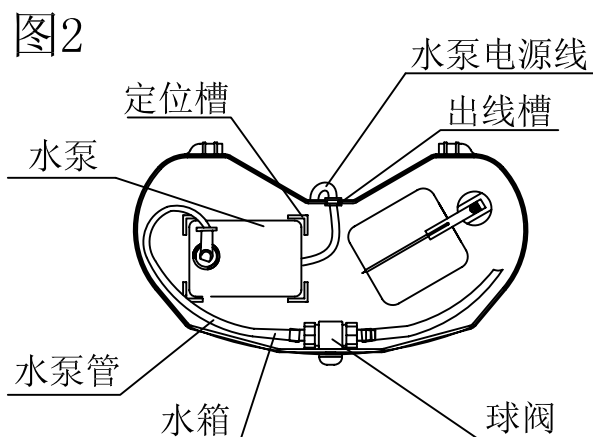

图2
- 将水泵电源线放置在出线槽中，然后将水箱盖盖好。如图2所示。